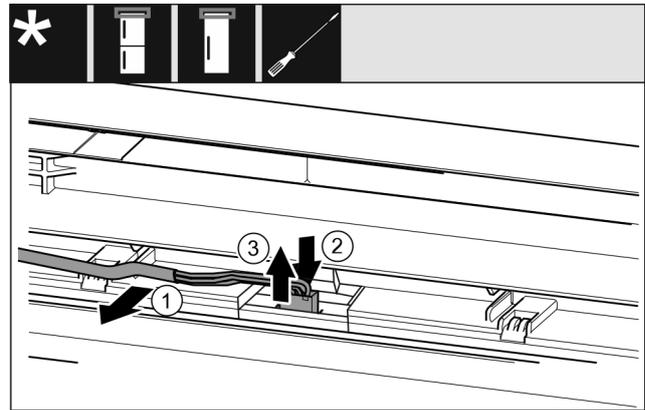

Fig. 11
- ▶ Graues Kabel vorsichtig aus der Führung in der Tür lösen. Fig. 11 (1)
- ▶ Lasche hinter dem Stecker nach hinten drücken. Fig. 11 (2)
- ▶ Stecker vorsichtig nach oben herausziehen. Fig. 11 (3)